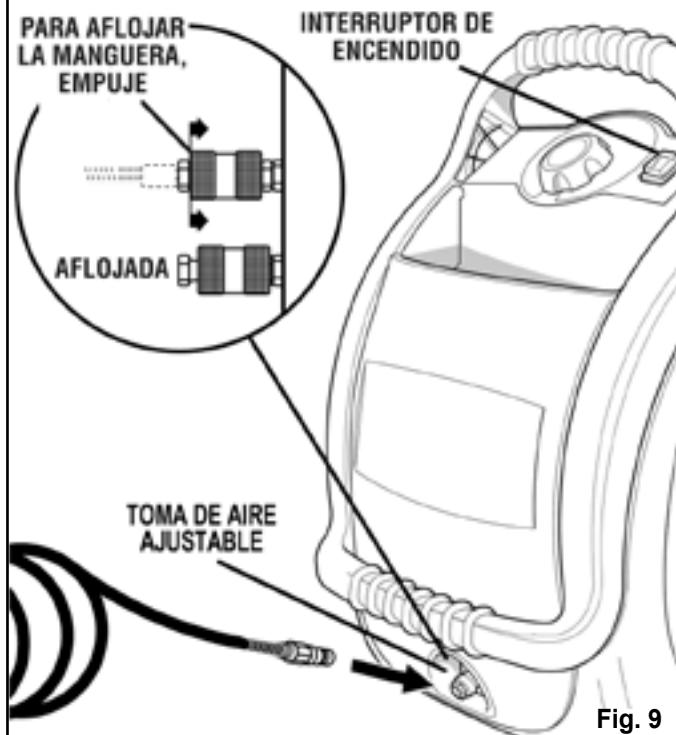

Fig. 9
5) USO INICIAL DE LA BOMBA (Vea las Figs. 9 - 10)
- ENCIENDA el compresor, posición (I), y déjelo funcionar 10 minutos para dar a las piezas de la bomba un uso inicial.
- Ponga el interruptor en la posición de APAGADO (O).